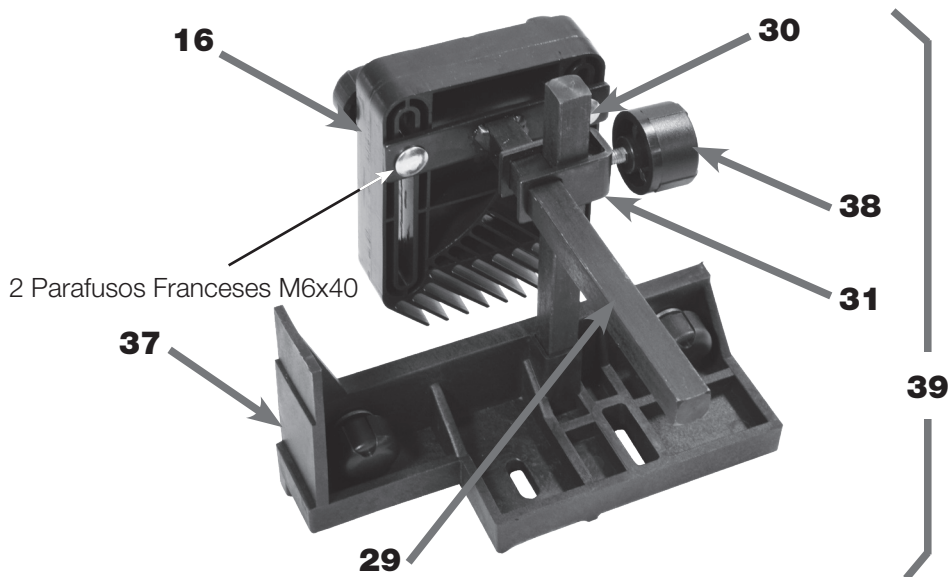
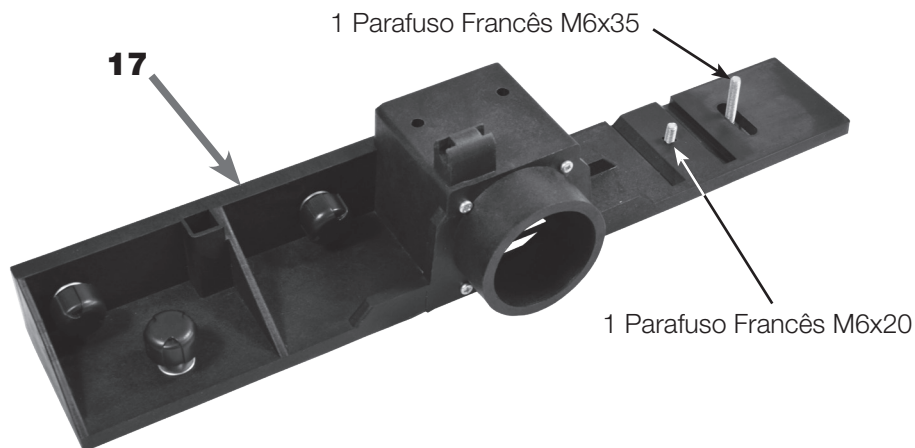

FIGURA 21 - Montagem do Conjunto da Barra de Pressão Esquerda
FIGURA 22 - Montagem do Suporte de Apoio
10. MONTAR o Pressionador de Peça Vertical (16) fixando-o pelos respectivos Parafusos Franceses M6x 40 na Haste de Retenção (29) conforme ilustrado na figura 21;
11. MONTAR a Haste de Retenção (29), após montado o conjunto anterior [item 10], com o Apoio da Haste de Retenção (30) utilizando o Clipe (31), como mostrado na figura 21;
12. FIXAR o Clipe (31) apertando o Manípulo (38);
13. POSICIONAR o Suporte de Apoio (17) sobre um plano (figura 22);
14. POSICIONAR os Parafusos Franceses M6x35 e M6x20 conforme figura 22;